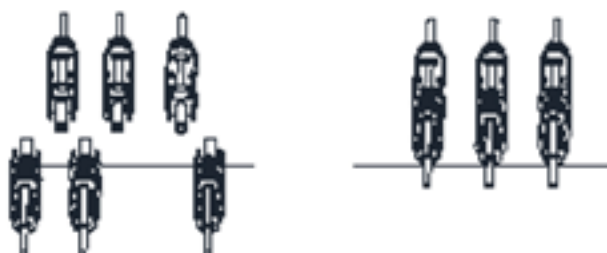

Abb. 5.6 DC-Eingangsanschluss
- d) Stecken Sie schließlich die DC-Stecker in den positiven und negativen Eingang des Wechselrichters, wie in Abb. 5.6 dargestellt.